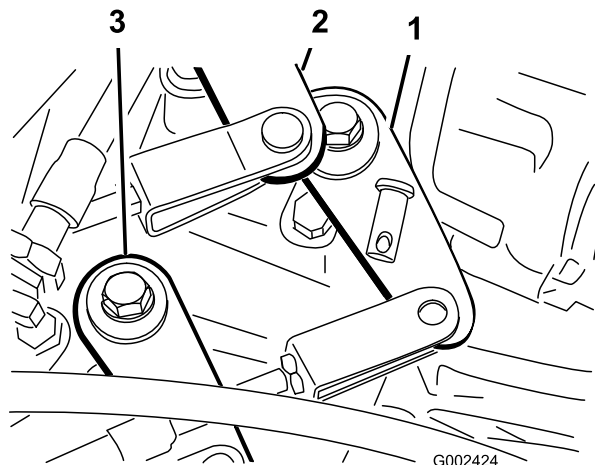

図 44
2. シフトケーブルをトランスアクスルのシフトアームに固定しているクレビスピンを取る 図 44。
1. ハイ・ロー切り替えケーブルをトランスアクスルに固定しているクレビスピンを取る 図 44。